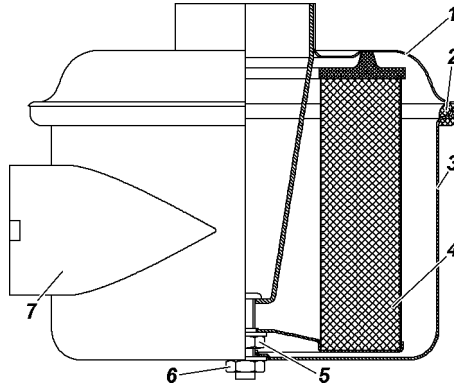

Рис. 9.13. Воздушный фильтр:
- отверните гайку 6 (рис. 9.13) и выньте из корпуса фильтра крышку 1 с фильтрующим элементом 4;